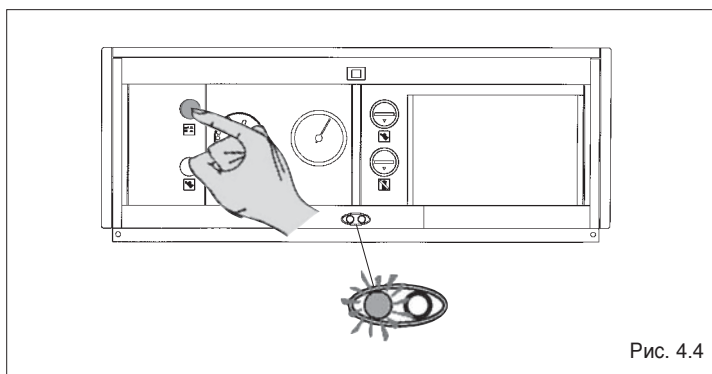

Рис. 4.4
- нажмите выключатель на панели управления котла и убедитесь, что загорелся зеленый индикатор (Рис. 4.4).